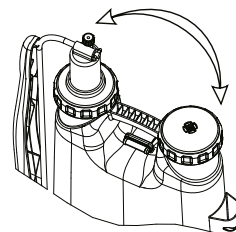

Рис.2
- демонтируйте рычаг (65), шатун (66) и вал (62), удалив все шплинты, шайбы и оси, фиксирующие данные узлы; - переставьте местами узел насоса вместе с крышкой (74) и сетчатый фильтр с крышкой заливной горловины(48) (Рис.2);